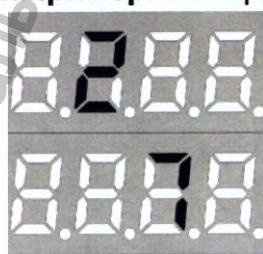

Рис.12
2. Режим неисправности работы ламп или ЭПРА – при свечении индикатора «Неисправность» в одном или нескольких разрядах высвечивается номер неисправной лампы или ЭПРА (рис.12).
ВНИМАНИЕ ! При выходе из строя одной или нескольких ламп (или ЭПРА) установка автоматически отключается. На панели управления загорается индикатор «Неисправность», на табло информационном многофункциональном отображаются номера вышедших из строя ламп (рис. 12), в течение 5 минут подается звуковой сигнал. Службам или штатным техническим специалистам (п.7.5.) провести замену неисправных ламп или ЭПРА.